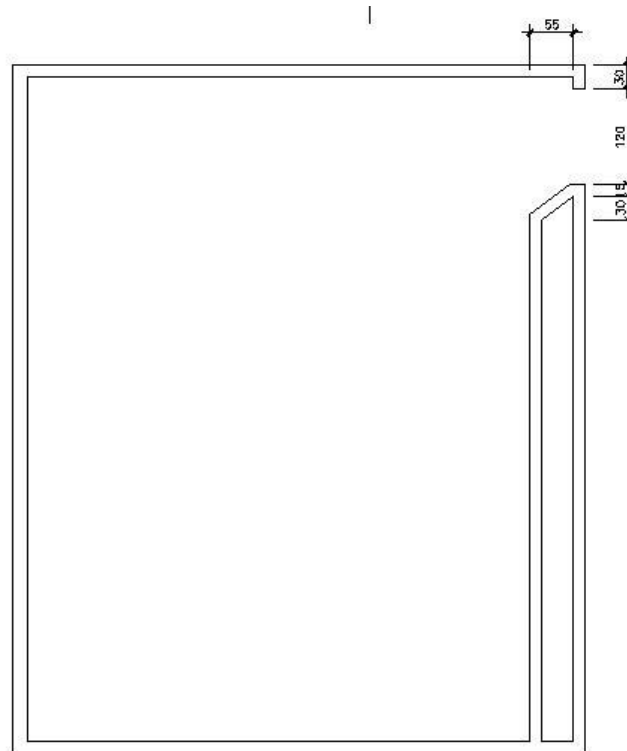

Figura 22 - Construção do Laboratório
12. Copie a porta para o outro do vértice. Conforme figura 22.
13. Para construção da trajetória circular da porta use o comando círculo com raio de 60 cm e centro no vértice de criação da porta. Conforme figura 22.
14. Trace uma linha unindo os dois vértices. Conforme figura 22.